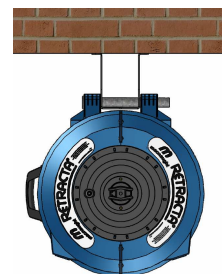

Fig.2 BU100 - Obenliegend
B) Die Montageklammer BU100 (im Lieferumfang) eignet sich für die Montage der Haspel an eine Wand in einer Höhe bis zu 1,8 m oder an eine Decke in einer Höhe bis zu 4,5 m (siehe Abbildungen 1 und 2). Diese Klammer ermöglicht, dass die Haspel in Gebrauchsrichtung geschwenkt werden kann. Wenn die Haspel bei Deckenmontage nicht schwenkbar befestigt werden soll, montieren (Abbildung 2) Sie nur die Befestigungsklammer RB9 (im Lieferumfang).